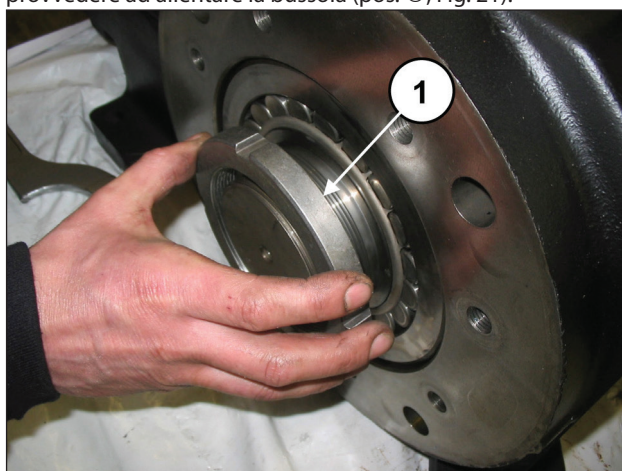
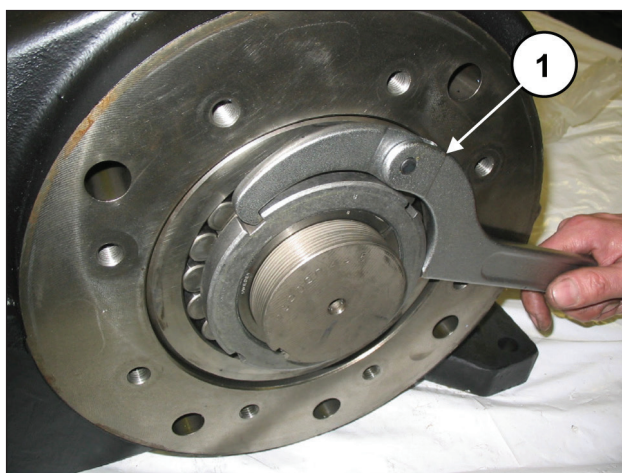

Fig. 20
Fig. 21
Avvitare una ghiera tipo SKF KM19 sulla bussola di pressione (pos. ①, Fig. 20), quindi utilizzando una opportuna chiave provvedere ad allentare la bussola (pos. ①, Fig. 21).